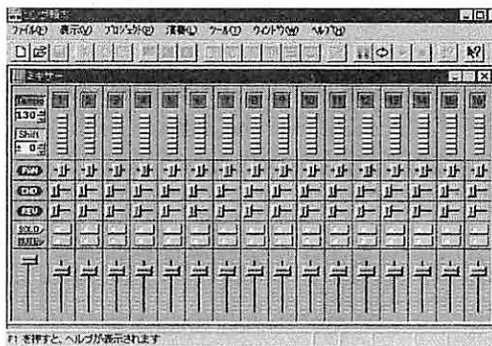

図1 ソング頼太
(A) シェアウェアソフト「ソング頼太」(図1)(有)ダイナシシステム シェア料金4500円